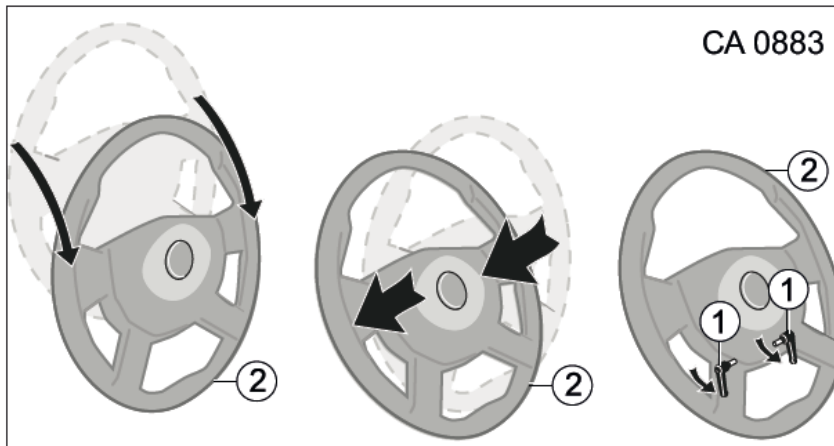

Fig. 80 Pivoter le volant sur la position initiale
1. Saisir le volant (Fig. 80/2) avec les deux mains et le guider vers le bas.
2. Saisir le volant (Fig. 80/2) en son milieu et le pousser droit vers la colonne de direction. Ensuite, pousser le volant (Fig. 80/2) pour le faire encliqueter de manière audible dans le verrouillage.
3. Tourner les deux verrous simultanément (Fig. 80/1) jusqu'en butée dans le sens opposé au sens de conduite et verrouiller le volant (Fig. 80/2) dans cette position.